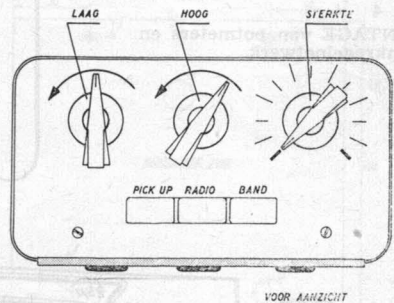

Fig. 8 - HET VOORAANZICHT met als pootjes drie rubber tulen
De afsluit- of bodemplaat is vervaardigd van hardboard of eventueel van wat dikker aluminium. Hierin zitten drie gaten van 12 Ø, waarin we een grote rubber tule monteren om het geheel op te laten rusten, zodat het apparaatje niet kan glijden of wiebelen (fig. 8). Het buigen van de kap (2) vereist enige oefening, vooral als we geen zetbank hebben, maar met een